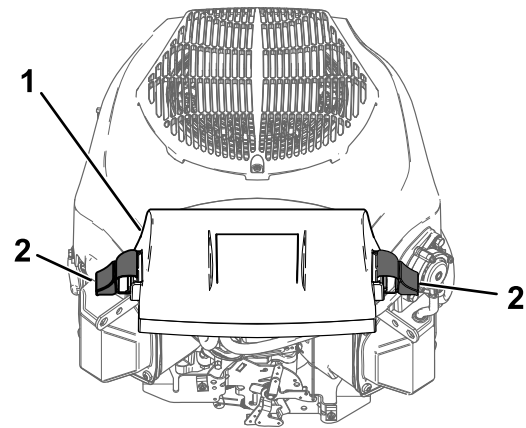

Figure 34
3. Posez le couvercle et fixez-le en place avec les attaches (Figure 34).